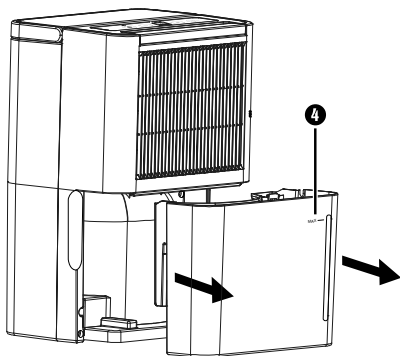

Fig. 2
- ◆ Sortez le réservoir d'eau ④ avec précaution au niveau des poignées encastées sur les côtés de l'appareil (voir figure 2).